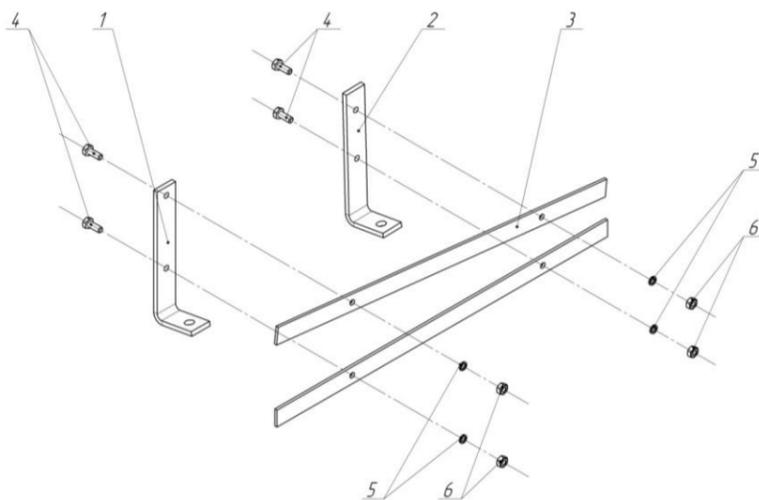

Рис. 3.
Составные части показаны на рис. 3. Наименования и обозначения составных частей приведены в таблице 6. Крепёжные детали для сборки упакованы в отдельный пакет. Состав пакета указан в таблице 7. Сборку проводить рекомендуем в следующем порядке:
2. Используя болты (4), шайбы (5) и гайки (6) собрать две лопасти как показано на рис. 3. Затяжку болтовых соединений произвести от руки.
**Внимание!** Кронштейн у которого межосевое расстояние 86 мм. между двумя отверстиями диаметром 6мм. является кронштейном нижним (1). Кронштейн у которого межосевое расстояние 58 мм. между двумя отверстиями диаметром 6мм. является кронштейном верхним (2). Соответственно в каждой лопасти по одному верхнему и нижнему кронштейну.
**Внимание!** При монтаже лопасти необходимо обратить внимание, что кронштейн верхний (2) крепится к ёмкости верхней, а кронштейн нижней (1) крепится к ёмкости нижней.